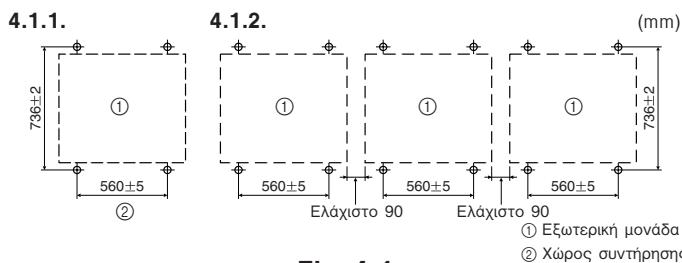

Fig. 4-1
4.1.1. Εγκατάσταση μίας εξωτερικής μονάδας (Fig. 4-1)